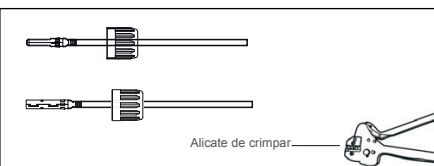

Figura 4.14 Crimpagem do pino de contato no fio
2. Insira o fio na rosca do conector e no pino de contato. (Veja a figura 4.14)